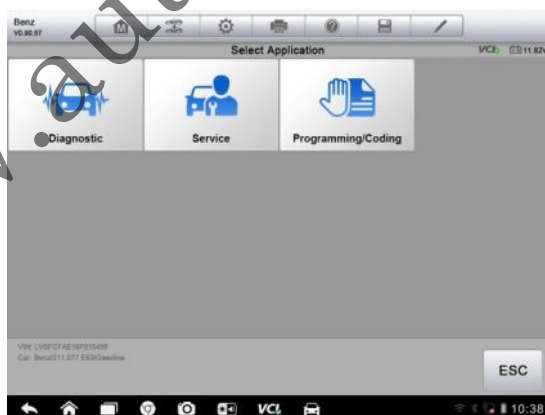

Рисунок 4-3 Пример окна диагност ики авт омоб иля
5. Нажмите кнопку **Done [Готово]**. Автомобиль будет идентифицирован в течение нескольких секунд. После успешного сопоставления система откроет окно диагностики автомобиля. (Рисунок 4-3)
9. После нажатия кнопки **Yes [Да]** отобразится окно диагностики автомобиля. (Рисунок 4-3)
6. После нажатия кнопки **Yes [Да]** отобразится окно диагностики автомобиля. (*Рисунок 4-3*)